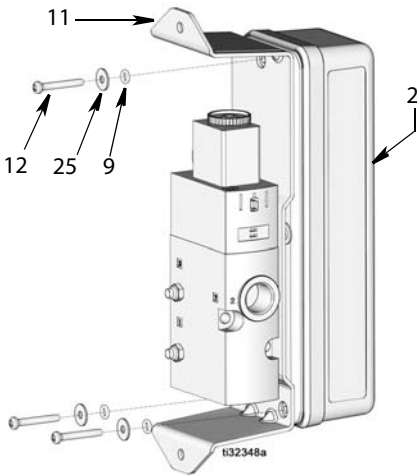

Рис. 30
- Выверните корпус регулятора пневматического насоса (2) относительно кронштейна (11). Установите уплотнительные кольца круглого сечения (9), шайбы (25) и винты (12), чтобы закрепить кронштейн на корпусе (Рис. 30).